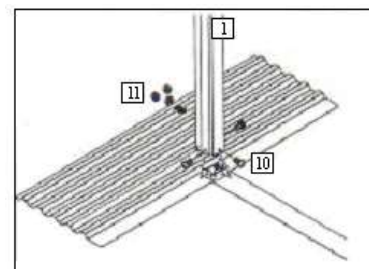

fig. 5
a. Sitúe una de las columnas vertical (1) sobre la placa inferior (4), fije la columna (1) con los tornillos M5x15 (10) y sus correspondientes tuercas (11) a la placa, fig. 5, (ref. bolsa 557). Apriete las tuercas aleatoriamente.